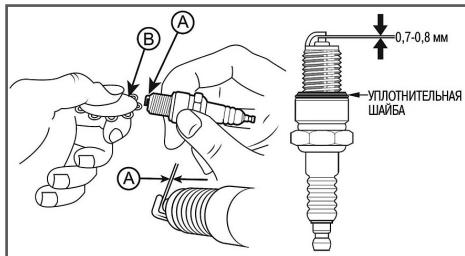

Рис. 25 Проверка межэлектродного зазора
4. Измерьте зазор А между электродами свечи зажигания специальным щупом В. Зазор должен быть $0,7\text{--}0,8$ мм (Рис. 25). При увеличении или уменьшении требуемого зазора, рекомендуется заменить свечу, так как регулировка зазора может привести к изменению качества искрообразования.